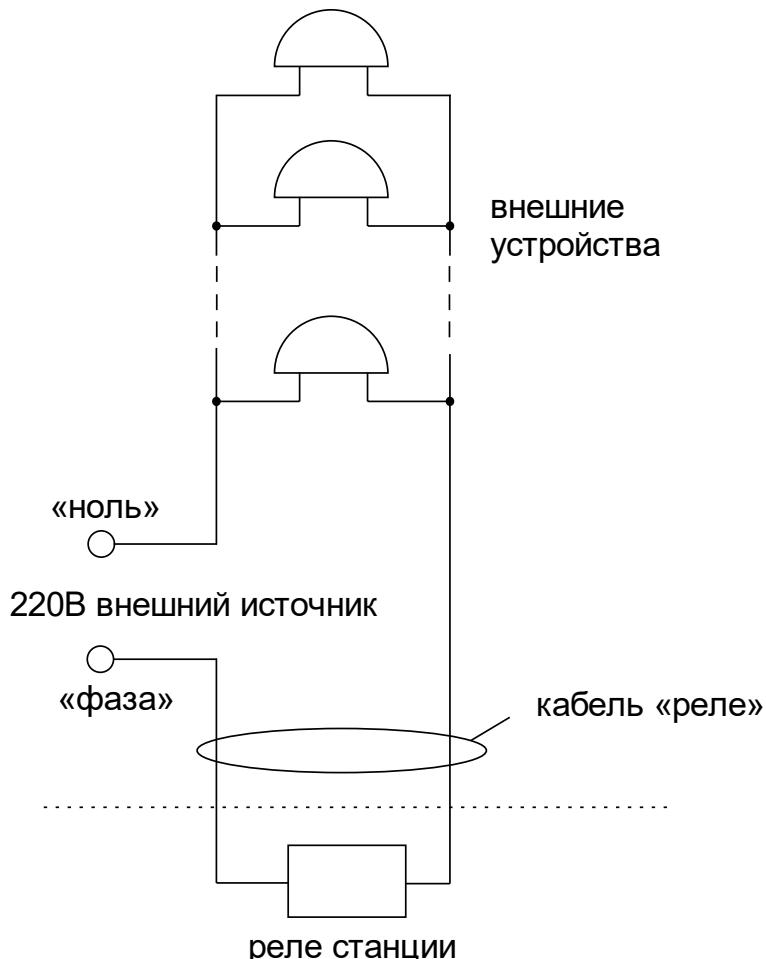

Рис. 1.
4.5 Подсоедините кабель «Реле» через клеммную коробку к внешним устройствам следующим образом (см. рис. 1). На один из проводов кабеля «Реле» необходимо подать «фазу» внешней питающей электросети 220 В, предназначенной для питания внешних устройств; второй конец кабеля «Реле» подключить к одному из входов питания внешних устройств; другой вход питания внешних устройств подключить на «ноль» питающей электросети 220В. Все внешние устройства должны быть соединены друг с другом по входам питания параллельно. К внешним устройствам относятся, например, школьные звонки громкого боя.